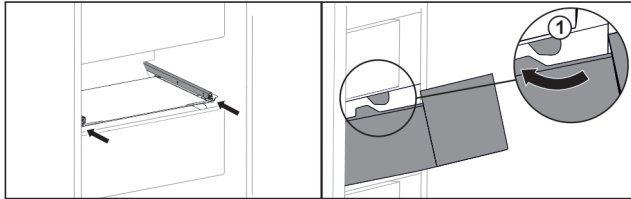

Fig. 118
- ▶ Guider le tiroir en contournant les butées Fig. 118 (1).